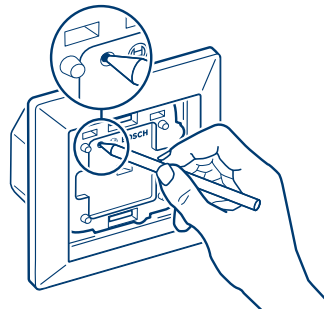

Abbildung 6
- Um die Lichtsteuerung anzulernen, drücken Sie kurz mit einem spitzen Gegenstand auf die Systemtaste (s. Abbildung 6).